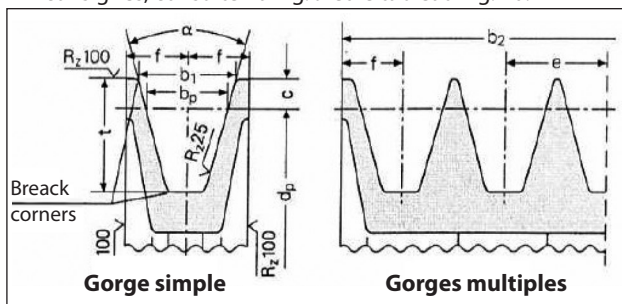

Fig. 9
- Utiliser des poulies pour courroies trapézoïdales avec les dimensions de la gorge prescrites/conseillées par le constructeur de la courroie utilisée. En l'absence de consignes, consulter la Fig. 9 et le tableau Fig. 10.